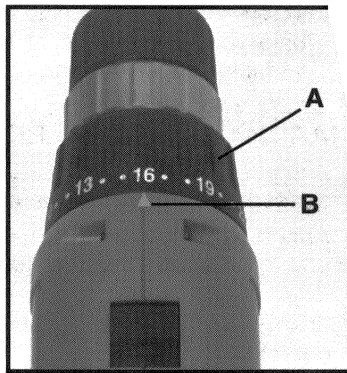

Fig. 3
El embrague tiene veinte posiciones de ajuste más un ajuste para taladrar, «Drill», que da un enganche fijo. La torsión mínima es la del ajuste No.1, y la torsión máxima es la del taladro, «Drill». La torsión se ajusta al cambiar el collar (anillo) delantero (A) Fig. 3, de manera que la torsión deseada se alinee con el índice (B) Fig. 3. Por lo general, las torsiones bajas se usan para meter tornillos pequeños y para otros trabajos delicados, y las torsiones altas se usan para meter los tornillos más grandes. La posición de taladrar, «Drill», se usa para taladrar y para meter los tornillos bastante grandes.